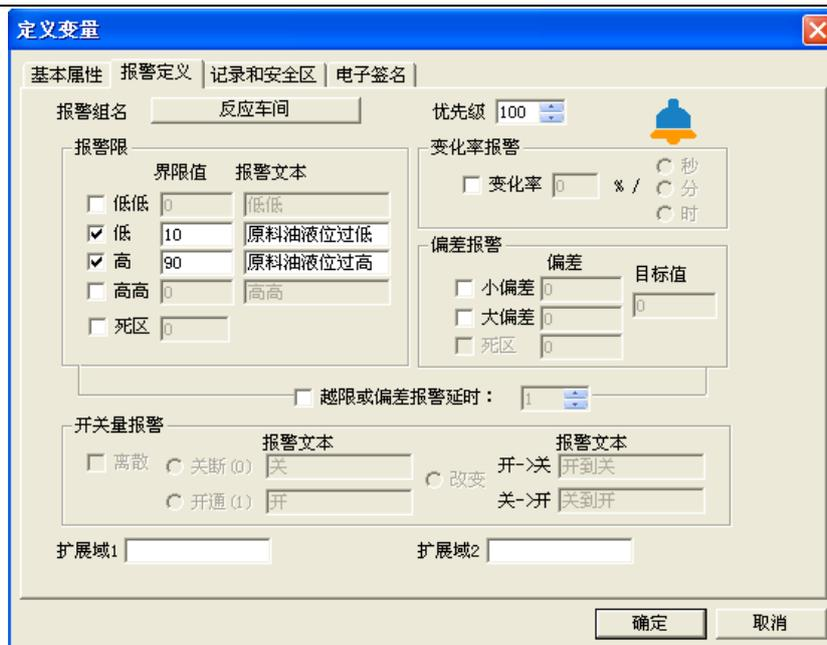

图 5-3 报警属性定义窗口
- 1、在数据词典中选择“原料油液位”变量，双击此变量，在弹出的“定义变量”对话框中单击“报警定义”选项卡，如图 5-3 所示。